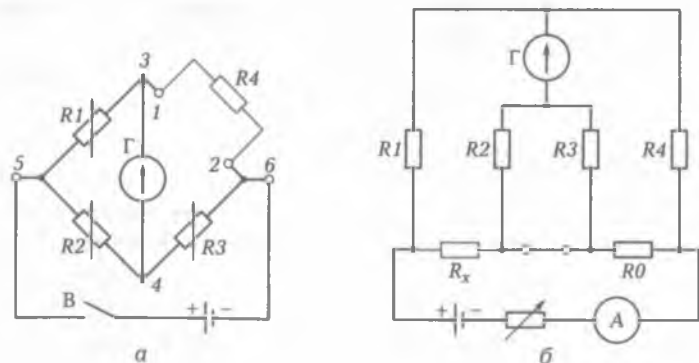

Рис. 5.9. Мостовые схемы постоянного тока, применяемые для измерения сопротивлений:
**Измерение сопротивлений электрическими мостами.** Мостовая схема состоит из источника питания, чувствительного прибора (гальванометра  $\Gamma$ ) и четырех резисторов, включаемых в плечи моста: с неизвестным сопротивлением  $R_x$  (резистор  $R_4$ ) и известными сопротивлениями  $R_1, R_2, R_3$ , которые могут при измерениях изменяться (рис. 5.9, а).
При измерении малых сопротивлений обычными мостами сопротивления соединительных проводов и контактных соединений вносят большие погрешности в результаты измерения. Для их устранения применяют двойные мосты постоянного тока (рис. 5.9, б). В этих мостах провода, соединяющие резистор с измеряемым сопротивлением  $R_x$  и некоторый образцовый резистор с сопротивлением  $R_0$  с другими резисторами моста, и их контактные соединения оказываются включенными последовательно с резисторами соответствующих плеч, сопротивление которых устанавливается не менее 10 Ом. Поэтому они практически не влияют на результаты измерений. Провода же, соединяющие резисторы с сопротивлениями  $R_x$  и  $R_0$ , входят в цепь питания и не влияют на условия равновесия моста. Поэтому точность измерения малых сопротивлений довольно высока. Мост выполняют так, чтобы при регулировках его соблюдались следующие условия:  $R_1 = R_2$  и  $R_3 = R_4$ . В этом случае